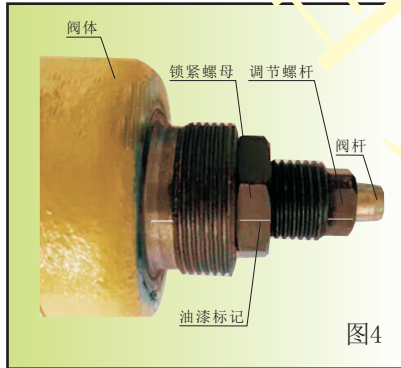

图4
- ③标记线标记整定压力对应的调节螺杆位置，防止有人私自调整【图4】
注：整定压力调整后用油漆笔标记【图4】，可视觉观察，防止有人私自调整。